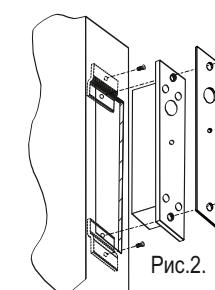

Рис.2.
- Для более удобного крепления к металлическим дверям применяются специальные крепления-адAPTERы, позволяющие установить замок "заподлицо"(см. рис.2).